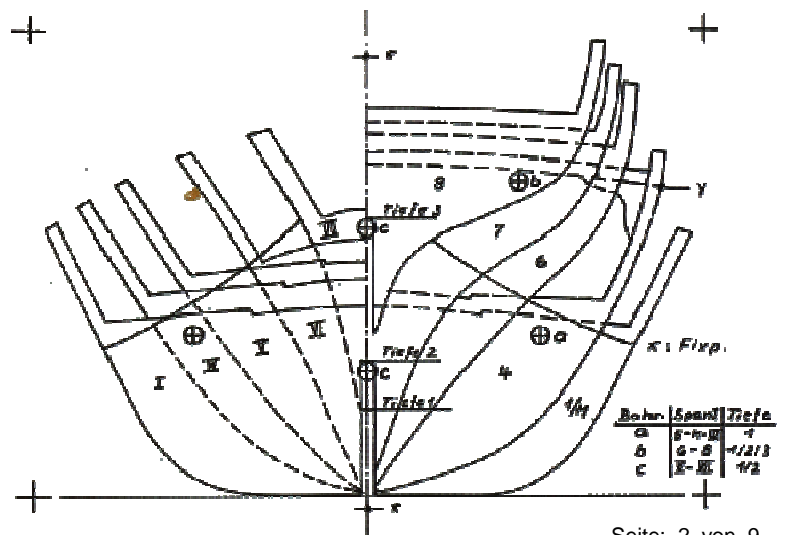

Abb. 1
- Um die Spanten später zu einem Paket zusammenschrauben zu können, müssen zwei Bohrungsmitten (a) eingezeichnet werden. Da sich nicht alle Spanten mit einem Schraubenpaar erfassen lassen, werden in diesem Falle zwei weitere Paare angeordnet (b und c) (siehe Abb. 1).
- Jetzt wird die Spantenschablone wieder abgesteckt und der Spantenriß mit allen Höhenmarkierungen auf das Holz übertragen. Bei dem Spant 4 muß außerdem noch die Oberkante des Knotenpunktes (y) (siehe Abb. 1) übertragen werden. Wenn man dann nämlich nach Fertigstellung der Außenform eine 1-mm-Bohrung von außen senkrecht in den Spant bohrt, besteht beim Einbau des Deckenbalkens die Möglichkeit, das einzuleimende Knotendreieck gegen einen eingesteckten Bohrer zu drücken und so die exakte Position zu erreichen.
- An diesem Punkt tritt die Kreissäge wieder in Aktion. Die Mittelschlitzte werden jetzt am Längsanschlag auf Umschlag gesägt (siehe Abb. 9 auch Abb. 1). Doch es bedarf noch einer kleinen Vorarbeit. Ehe wir das Paket montieren, müssen wir mit einigen Hilfsbrettchen, die wir zwischen die Stirnplatten spannen, die Schlitzbreite einstellen. Durch die Möglichkeit auf Umschlag zu arbeiten, d.h., das Paket einmal Backbord und einmal Steuerbord am Anschlag vorbeizuführen, können wir hier auf die Tau-meleinstellung verzichten. Durch einen kleinen Mittenversatz wird sowohl Breite als auch Symmetrie erreicht.
Bevor wir jetzt endgültig mit der Beplankerei loslegen, müssen wir noch einmal ganz kurz zum Anfang zurück; wenn nämlich neben der Spantenform auch ein Bergholzlauf mit auf das Holz übertragen wird (siehe Abb. 1), kann man den ersten Plankenlauf an diesen Markierungen ausrichten.